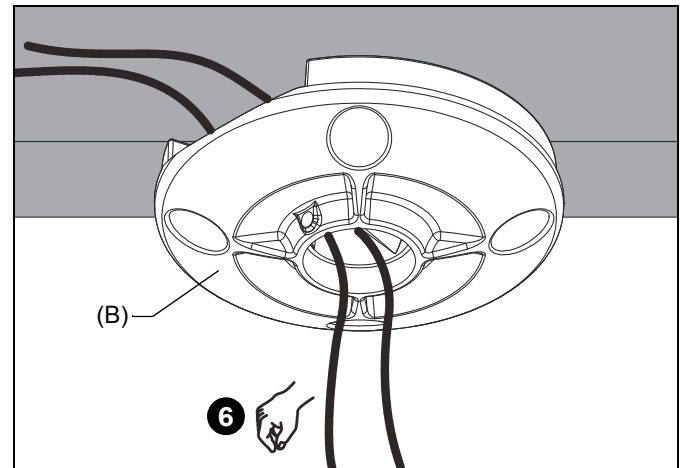

Figura 6
6. Direcione os cabos através do canal na placa de teto (B). (Consulte a Figura 6)